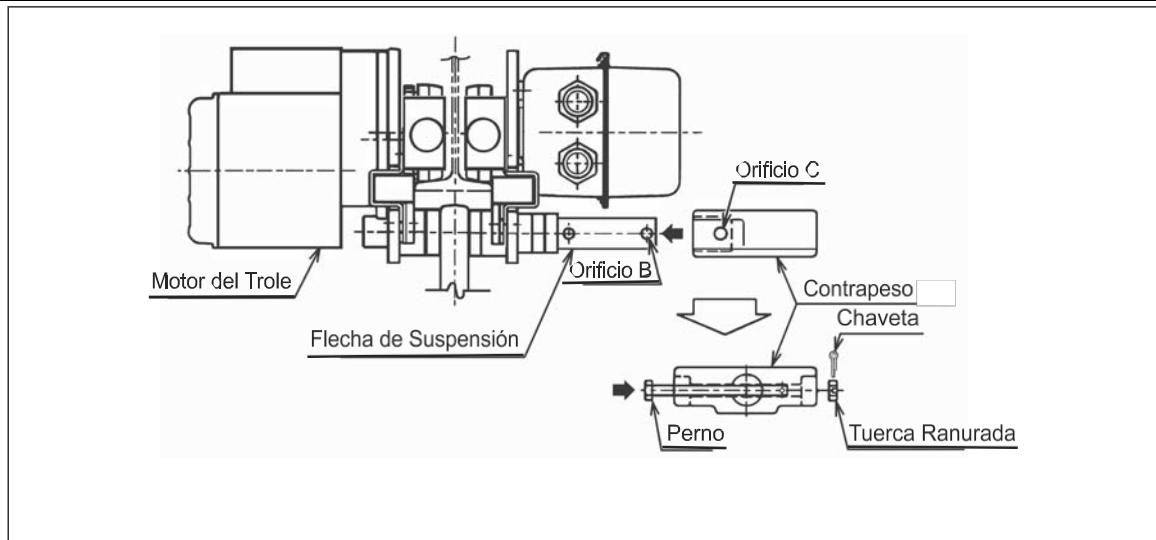

Figura 3-11 Instalación del contrapeso para troles de 1 tonelada y doble velocidad en rebordes de viga de 99 mm o menores
- 3.1.7 Contrapeso - Para obtener un balance correcto, los troles MR2 de una tonelada y doble velocidad (Código MR2010SD) requieren un contrapeso cuando se instalan en un reborde de viga de 99 mm o menor. El contrapeso se monta sobre la flecha de suspensión, como se muestra en la Figura 3-11 además de mantenerla en su sitio con un perno, una tuerca ranurada y una chaveta. El perno se instala a través de los orificios B y C. Asegúrese de que el peso se sujete de manera segura a la flecha y que la chaveta se doble de manera apropiada. El resto de las capacidades del trole NO requieren un contrapeso.